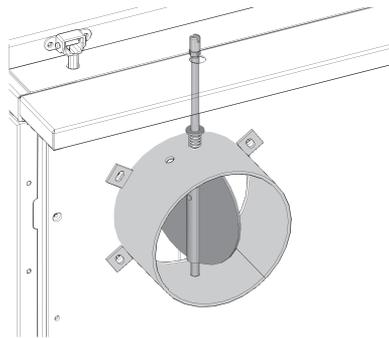

Fig.5 Drosselklappe offen
- muss beim Anheizen immer in der offenen Stellung sein – Fig. 5.
Der Schlitz am Bedienknopf zeigt Ihnen die Stellung der Drosselklappe an. Schlitzstellung = Klappenstellung. Wenn Sie den Herd anheizen, öffnen Sie die Drosselklappe ganz – Fig. 5. Drehen Sie die Drosselklappe alle 14 Tage einmal durch. Das verhindert Russablagerungen.